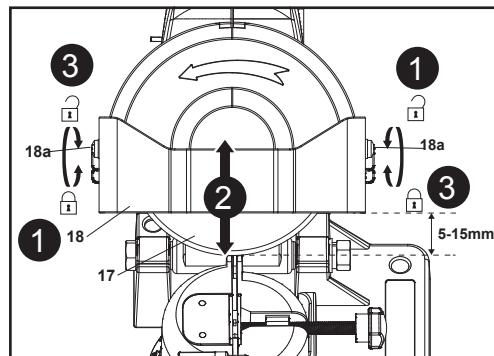

Fig. 8
1. Desaperte os dois parafusos (18a) para a esquerda com uma chave de fendas Phillips adequada (não fornecida), mas não os retire (Fig. 8, passo 1).
2. Deslize a proteção móvel transparente (18) para cima ou para baixo, para a posição adequada (Fig. 8, passo 2).
3. Fixe a proteção móvel transparente (18), apertando os dois parafusos (18a) para a direita (Fig. 8, passo 3).